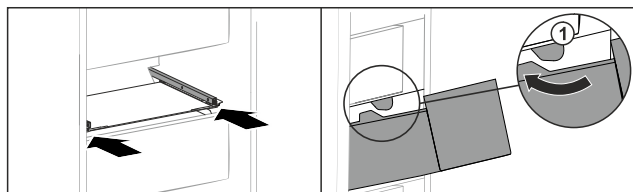

Fig. 95
- Прокарайте чекмеджето около ограничителите Fig. 95 (1).